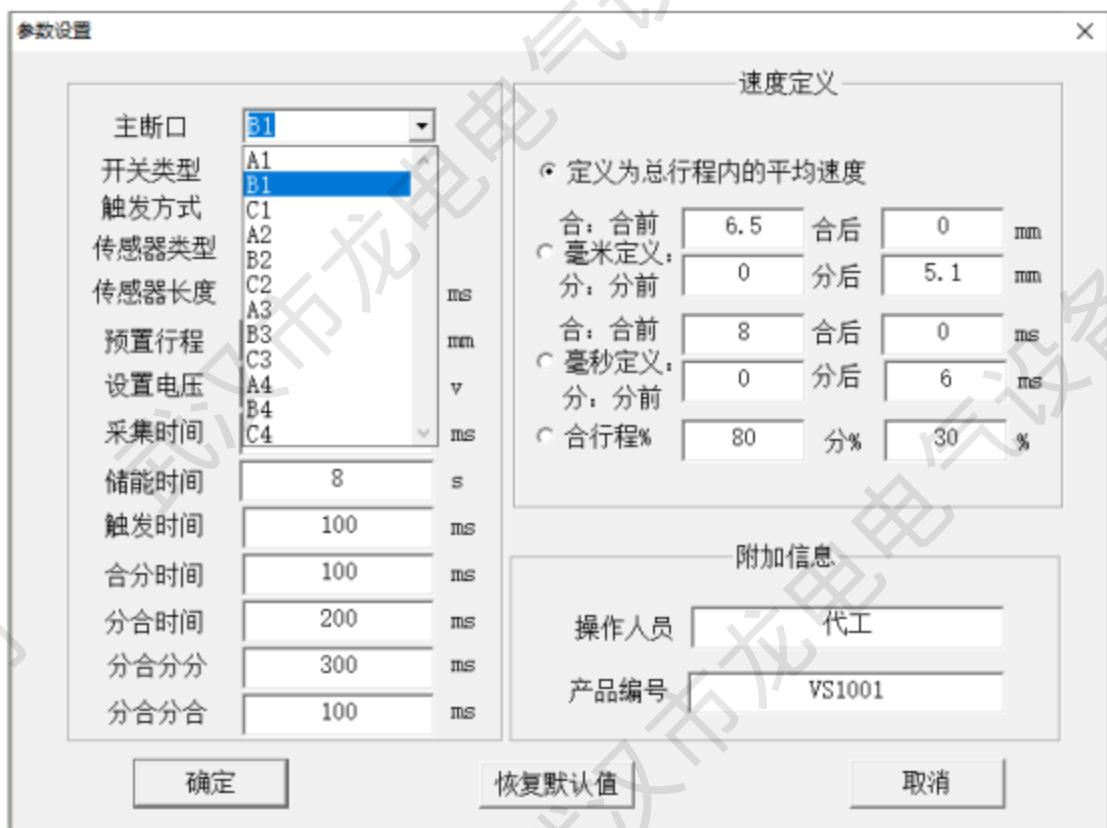

图 1-11
4、进入参数设置，可选择对应的串口编号，如电脑只有一个串口，默认选择串口 1 (COM1)，继续点击“确认” 如图 1-11；